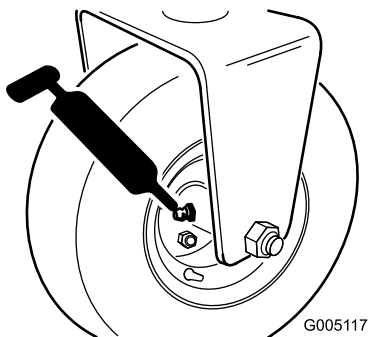

Figura 30
- Conjunto do cubo do cilindro traseiro ou, se instalado com um kit de tração às 3 rodas, engates da roda traseira e rolamento esférico externo (1) (Figura 30)